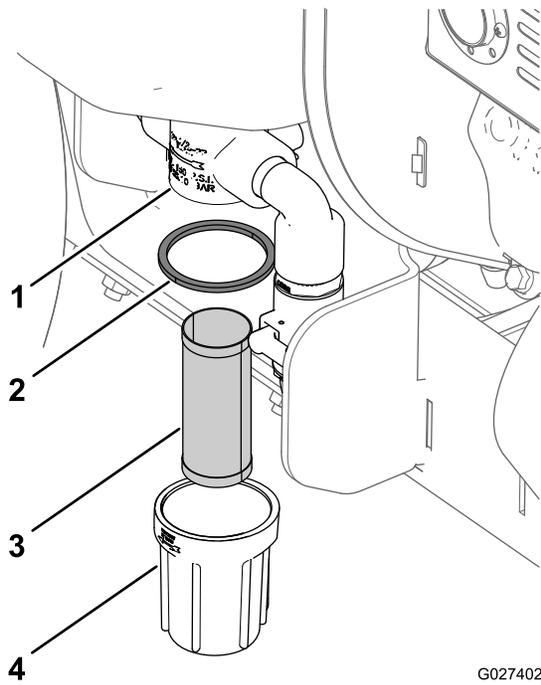

Figura 48
- Gire la taza del filtro en sentido antihorario y retire la taza y el filtro del cuerpo del filtro (Figura 48).
- Instale el filtro en el cuerpo del filtro (Figura 48).
- Instale la taza del filtro en el cuerpo del filtro y apriete la taza a mano (Figura 48).